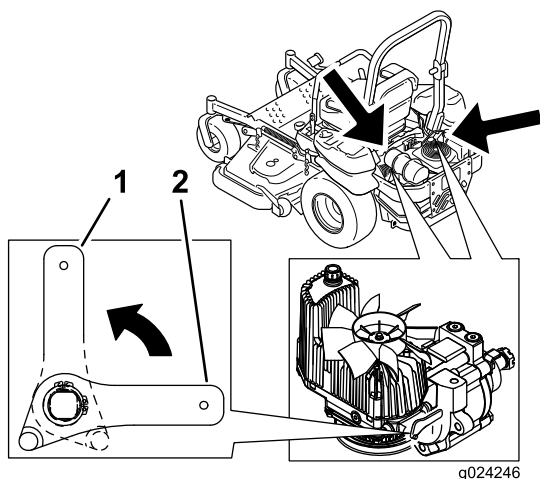

Figura 33
2. Ruotate verticalmente le leve delle valvole di rilascio per spingere la macchina. L'olio idraulico bypassa quindi la pompa, consentendo alle ruote di girare (Figura 33).
4. Ruotate orizzontalmente le leve delle valvole di rilascio per guidare la macchina (Figura 33).